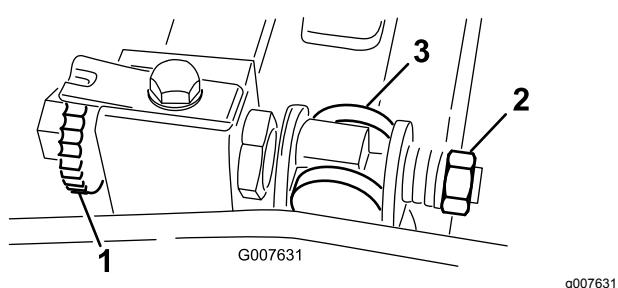

Bild 56
1. Drehen Sie die Einstellschraube des Untermesserträgers nach links, um den Abstand zwischen Untermesser und Spindel zu vergrößern (Bild 56).
2. Drehen Sie die Federspannungsmutter so weit hinaus, bis die Scheibe nicht mehr gegen den Untermesserträger angespannt ist (Bild 56).